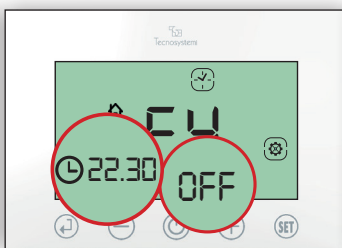

Fig.41
4.3 Impostare l'orario di spegnimento OFF della fascia F4 (22.30) e confermare con (↵). (Fig.41)